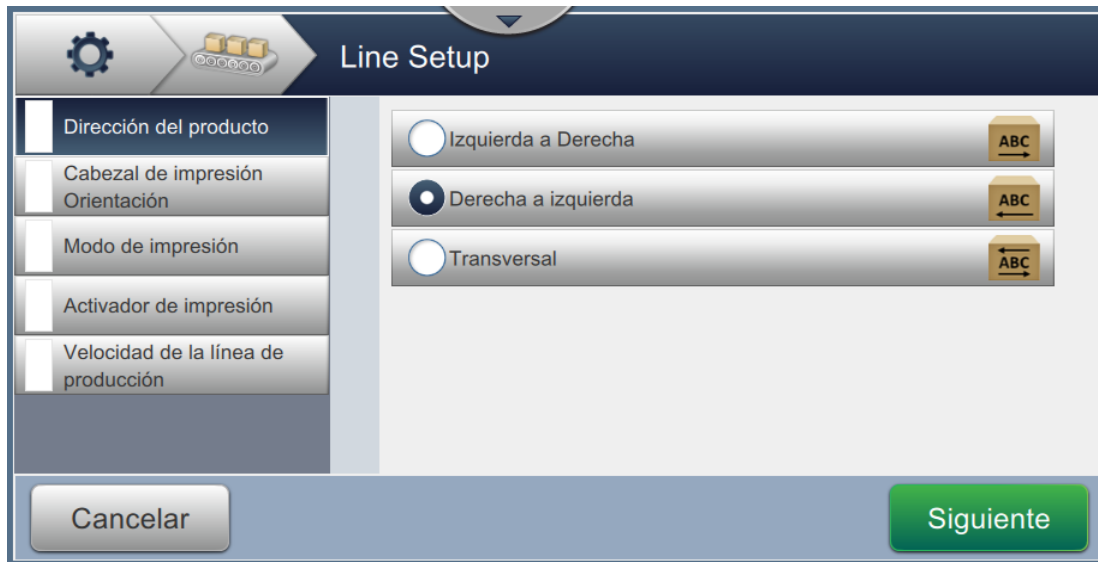

Figura 6-28: Ajustes de configuración de línea
4. Para definir la Configuración de la línea, siga los pasos necesarios en cada parámetro, seleccionando las opciones que desee, tal como se muestra en la Figura 6-28.
1. Pulse la opción *Dirección del producto* en la pantalla de configuración de línea, como se muestra en la Figura 6-28.